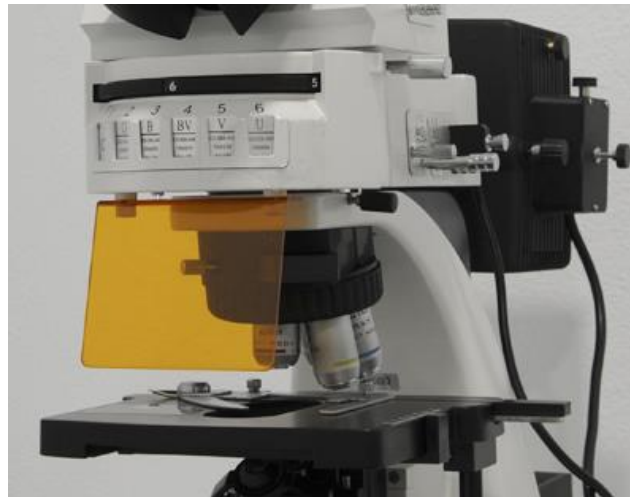

Figura 6: detalle de los objetivos y del disco de fluorescencia.
Figura 6: caja de control de la lampara de mercurio: 1. Corriente (A), 2. Vida de uso de la lampara (timer), 3. Botón "Trigger" para cebar la lampara. 4 Botón on/off